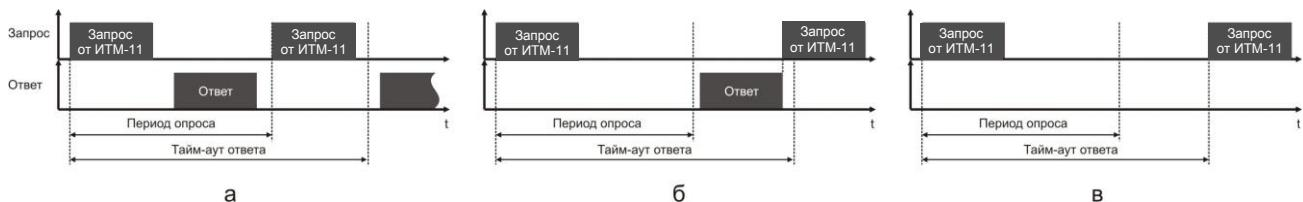

Рисунок 7.3- Временные диаграммы приема-передачи данных ИМТ-11(B) в режиме MASTER
- В параметрах 05, 06 задаются период опроса и тайм-аут ответа соответственно. Период опроса задается в пределах 10-10000мс. При нормальной работе за время этого периода прибор должен успеть передать запрос и принять ответ (рис.7.3.а). По истечении времени периода идет следующий запрос. Таким образом, каждый период ИТМ-11(В) будет получать данные от запрашиваемого индикатора. Если же за время периода опроса ответ не приходит, посылка следующего запроса ожидается до истечения времени тайм-аута ответа. Если ответ придет до окончания тайм-аута, то сразу после его получения будет отправлен следующий запрос (рис.7.3.б). Если ответа не будет до окончания тайм-аута, тогда будет следующий запрос (7.3.в), и при этом светодиод ИНТ будет гореть до момента получения ответа. После пяти тайм-аутов с неполученным ответом на дисплее будет выведено сообщение об ошибке: